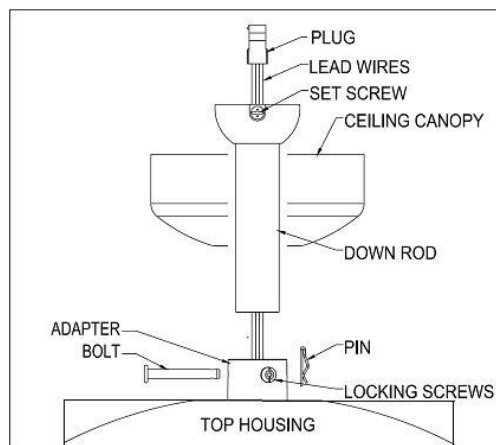

Fig. 4
4. Insérez la tige de bas au support (voir Fig 4), alignez les trous de suspension avec les trous de tige de bas et insérez le boulon. Puis insérez la broche à l'extrémité du boulon.